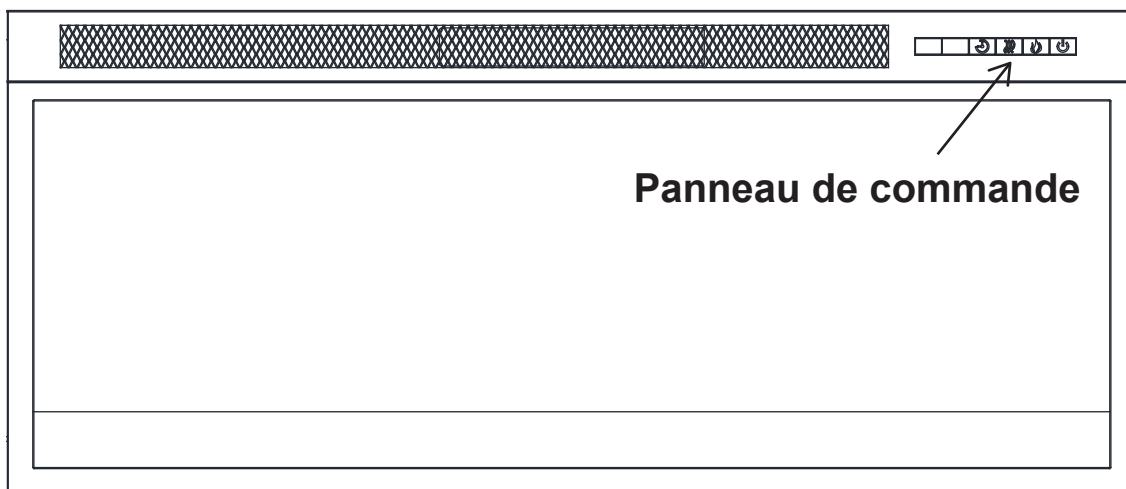

Figure 1
- En utilisant le panneau de commande à pavé tactile, situé dans la section en haut et à droite du foyer (voir Figure 1).